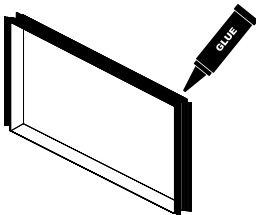

Fig. 5
5. Applicare la colla all'interno dei profili di alluminio. Fig. 5
5. Apply adhesive to the inside of the aluminium profile. Fig. 5